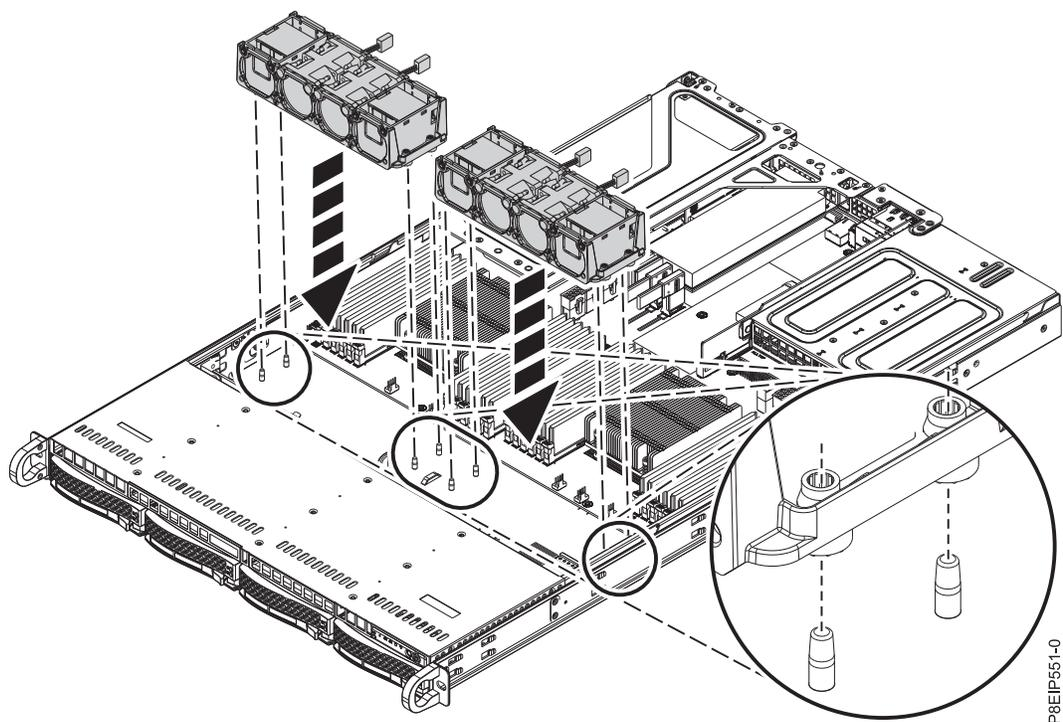

Figura 20. Alinhando o suporte do ventilador
3. Substitua o suporte do ventilador no chassi. Alinhe os orifícios no suporte do ventilador com os pinos na parte inferior do chassi, conforme mostrado em Figura 20 na página 24. Para o suporte do ventilador perto do comutador da tampa, mova temporariamente os fios do comutador da tampa para fora do caminho. Quando o suporte do ventilador estiver assentado no sistema, substitua os fios ao lado do suporte do ventilador.